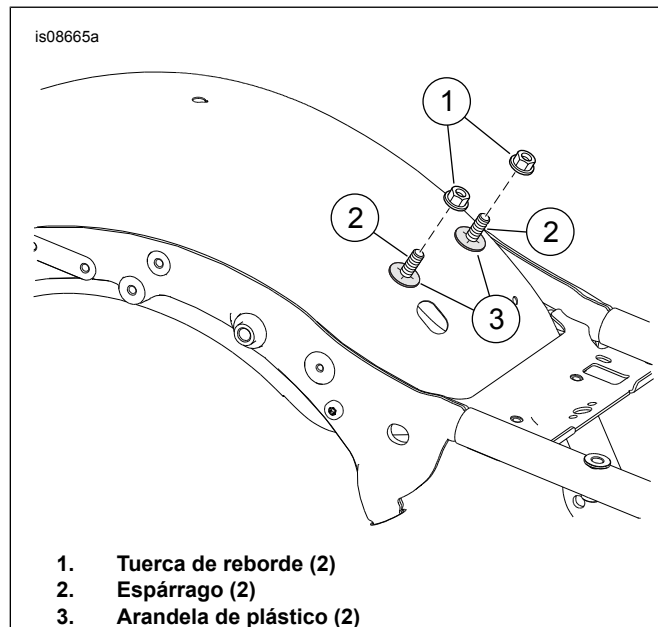

Figura 2. Elementos de sujeción de montaje
3. Vea Figura 2 . Quite las tuercas (1). Deje las arandelas (3) y los pernos (2) en su sitio.
5. Vea la Figura 2. Fije la base de montaje sobre los pasadores (2) y las arandelas de plástico (3).